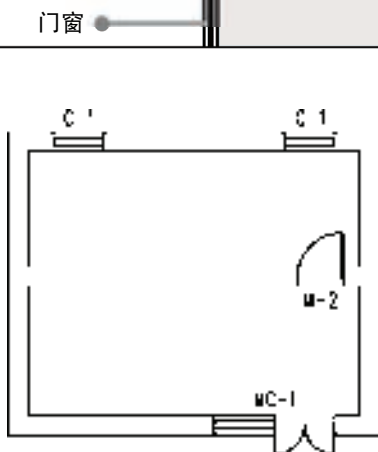

图 5-14 门窗组合
3) 按〈Enter〉键，组合门窗操作的结果如图 5-14 所示。